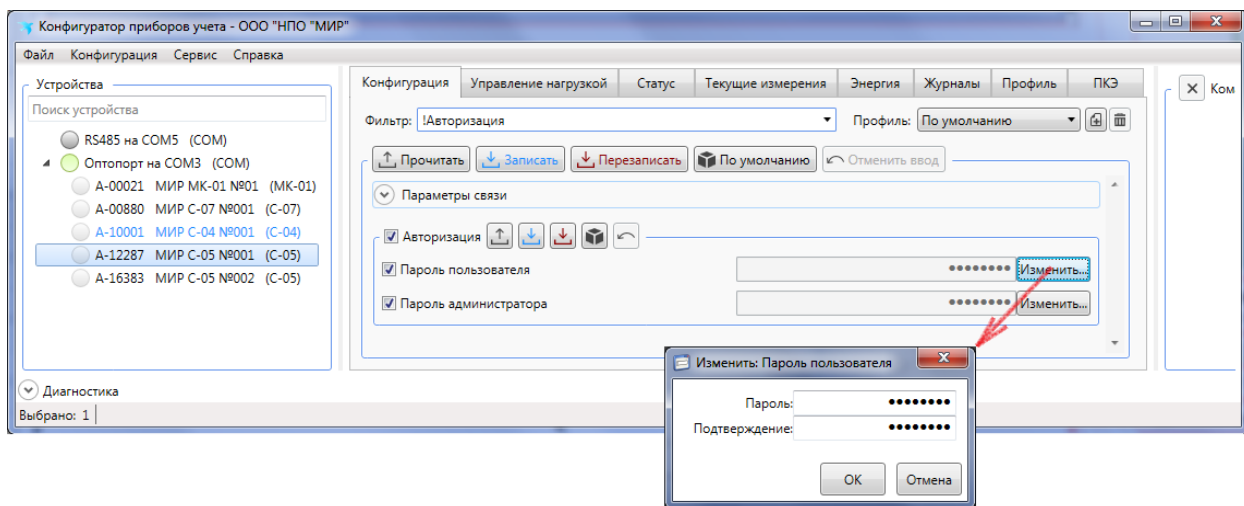

Рисунок 9.16 – Изменение паролей уровней доступа *Администратор* и *Пользователь*
9.5.7.2 На вкладке *Конфигурация* в группе параметров *Авторизация* можно изменить пароль доступа *Администратора*, заданный по умолчанию на предприятии-изготовителе (пароль по умолчанию – 00000000). Для изменения пароля на вкладке *Конфигурация* в выпадающем списке *Фильтр* выбрать пункт *Авторизация*, нажать кнопку *Изменить* требуемого уровня доступа, в появившемся окне два раза ввести новый пароль и нажать кнопку *Записать* (рисунок 9.16).